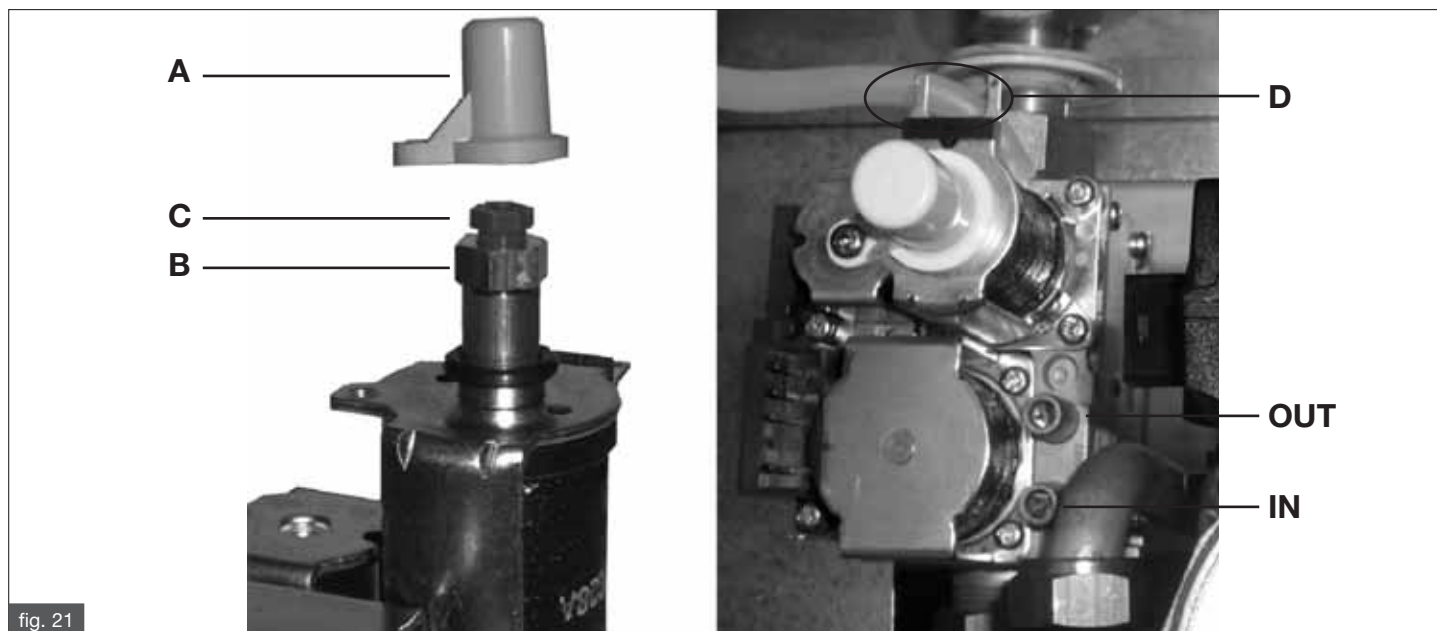

fig. 21
- rimuovere il coperchio in plastica A (fig. 21), posto alla sommità della bobina del modulatore, che protegge le viti di regolazione del regolatore di pressione;
- collegare un manometro alla presa di pressione IN (fig. 21) per verificare la pressione in ingresso e OUT (fig. 21) per verificare la pressione in uscita;
- girare in senso ORARIO il dado B in ottone di regolazione del massimo (fig. 21) per aumentare la pressione agli ugelli, girarlo in senso ANTIORARIO per diminuire la pressione agli ugelli;
- scollegare elettricamente la bobina del modulatore D (fig. 21);
- per regolare il valore della pressione, tenendo bloccato il dado B in ottone con una chiave da 10 mm (fig. 21), girare la vite C in plastica in senso ORARIO per aumentare la pressione, in senso ANTIORARIO per diminuirla;